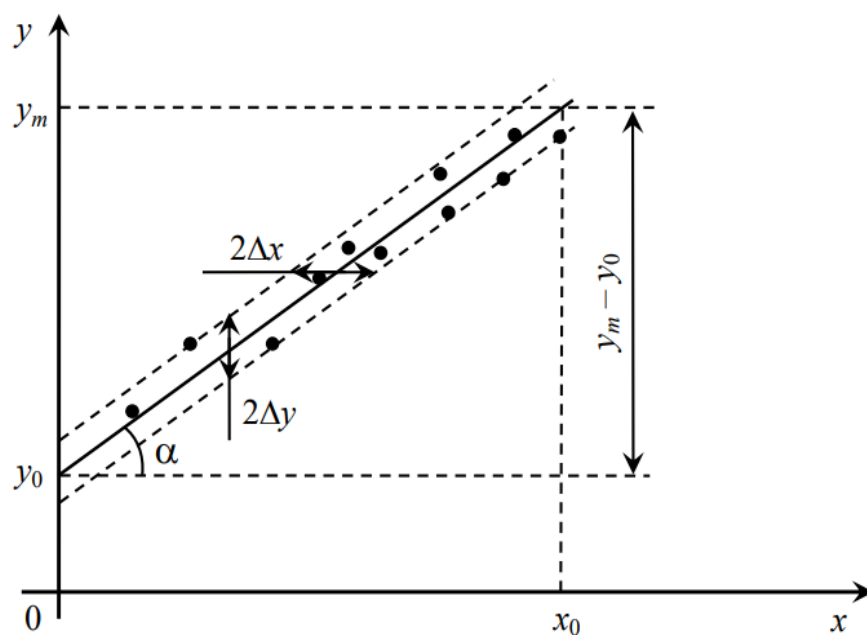

рис. 4
2) провести оптимальную прямую через эти точки, таким образом, что бы количество экспериментальных точек, расположенных выше и ниже оптимальной прямой, было примерно равным (см. рис. 4);
3) ограничить полосу, в которой находятся точки, прямыми, параллельными оптимальной линии и проходящими через наиболее удаленные от оптимальной прямой точки (на рис. 4 – штриховые линии);
Абсолютные погрешности Δy и Δx определяются из графика, как показано на рис. 4, по соответствующим расстояниям между вспомогательными штриховыми линиями.